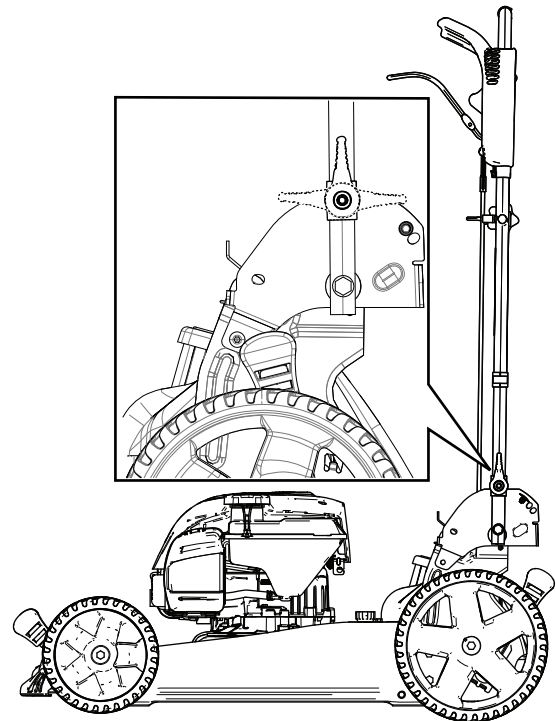

Figura 20
3. Piegare la stegola in avanti o in posizione verticale o in posizione completamente in avanti come illustrato in Figura 20.